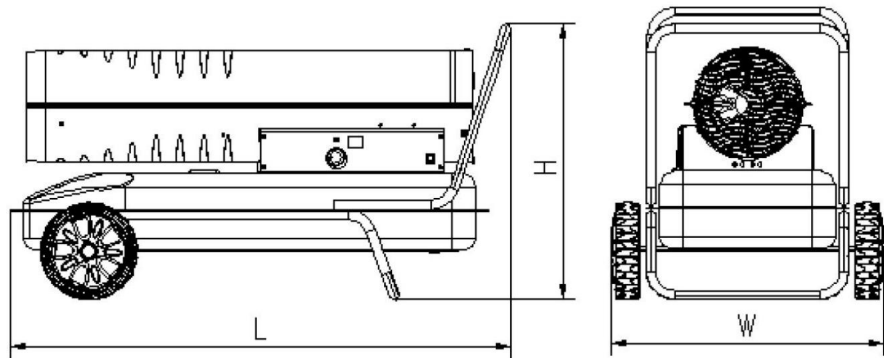

Figure 2
2. Faites glisser les roues sur chaque essieu, en vous assurant que la tige de valve (si pneumatique) est vers l'extérieur (voir Fig.2)
3. Faites glisser les rondelles plates (L) sur l'essieu au-delà du petit trou. Insérez la goupille épinglez dans le trou de l'essieu et pliez les pattes de la goupille avec une pince à bec effilé pour sécuriser.